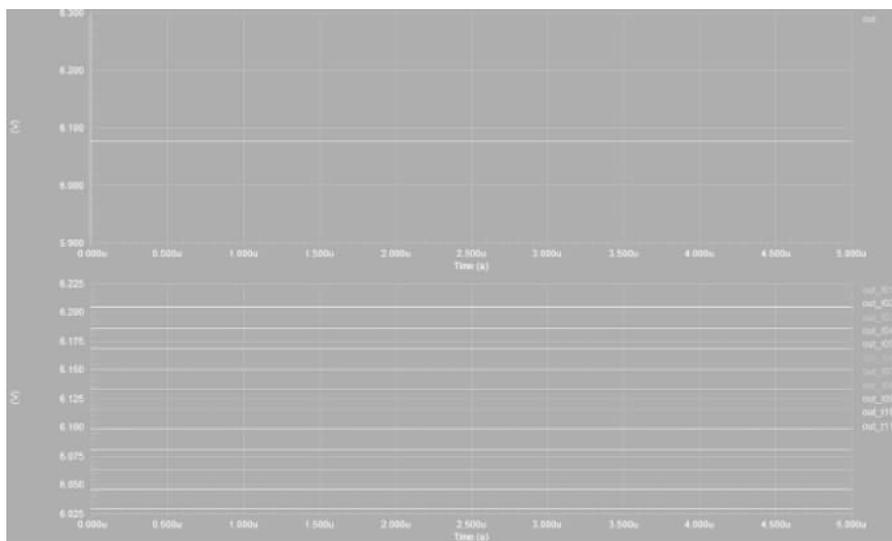

图 3-78 温度扫描仿真结果
- (1) 运行 Spice 仿真后,弹出消息对话框,关闭该对话框。
- (2) 自动打开 PCB_Project1. sdf 文件。在该文件下有一个 Transient Analysis 标签。单击该标签。
- (3) 如图 3-78 所示,给出了温度扫描的结果。